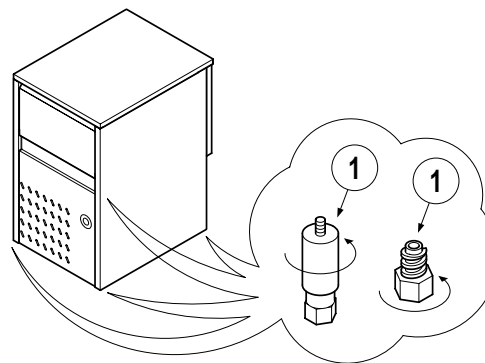

FIG. 1
- individuare nell'imballo, i piedini di appoggio in dotazione (Fig. 1 Part. 1) ed avvitarli nelle apposite sedi predisposte sul basamento;
- agendo opportunamente sulle viti dei piedini (Fig. 1 Part. 1), con l'ausilio di una livella accertarsi che l'apparecchio sia perfettamente in bolla sia in senso longitudinale che trasversale.
- Find the support feet supplied (Fig. 1 Part 1) and screw them into the seats on the base.
- Use the screws of the feet (Fig. 1 Part 1) and a spirit level to ensure that the appliance is perfectly levelled on both the vertical and horizontal planes.
- Repérer dans l'emballage les pieds d'appui fournis de série (Fig. 1, Réf. 1) et les visser dans les sièges correspondants prévus dans le socle ;
- En agissant de manière appropriée sur les pieds d'appui (Fig. 1, Réf. 1), à l'aide d'un niveau, vérifier que l'appareil est parfaitement aplomb aussi bien en direction longitudinale que transversale.
- Entnehmen Sie die mitgelieferten Füße der Verpackung (Abb. 1 Teil 1) und schrauben Sie diese in die entsprechenden Sitze im Untergestell fest;
- Durch die Regulierung der an den Füßen befindlichen Schrauben (Abb. 1 Teil 1) stellen sicher, dass das Gerät sowohl in Längs- als auch in Querrichtung lotrecht steht.
- Individuar en el embalaje, los pies de apoyo en dotación (Fig. 1 Part. 1) y enroscarlos en las sedes al efecto predispuestas en la base;
- actuando oportunamente en los tornillos de los pies (Fig. 1 Part. 1), con el auxilio de un nivel, asegurase que el aparato esté perfectamente a nivel tanto en sentido longitudinal como transversal.